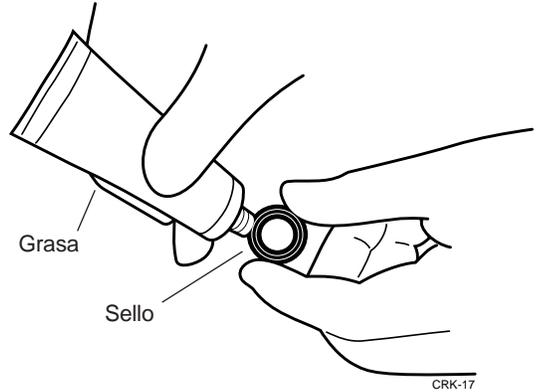

Figura 8.22 Engrase de un nuevo sello
Paso 1. Engrase los bordes del sello. Antes de instalar un sello, aplique una pequeña cantidad de grasa alrededor y detrás de los bordes del sello de neopreno. (Figura 8.22)